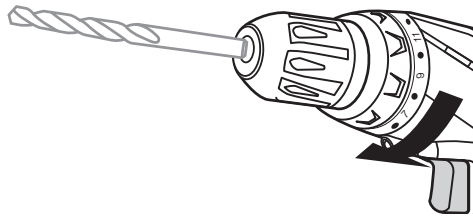

Abb. 5
2. Stecken Sie einen geeigneten Bohrer bis zum Anschlag in die Werkzeugaufnahme (1) (Abb. 5).